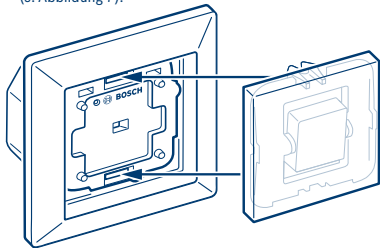

Abbildung 7
- Montieren Sie anschließend diese Einheit zusammen mit dem Rahmen auf der Lichtsteuerung. Setzen Sie die beiden Rasternasen in die vorhandenen Langlöcher (s. Abbildung 7).